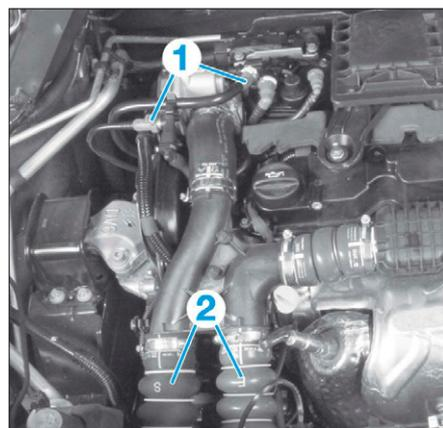

FIG. 5
- Désaccoupler les conduits de carburants (1) (Fig.5).